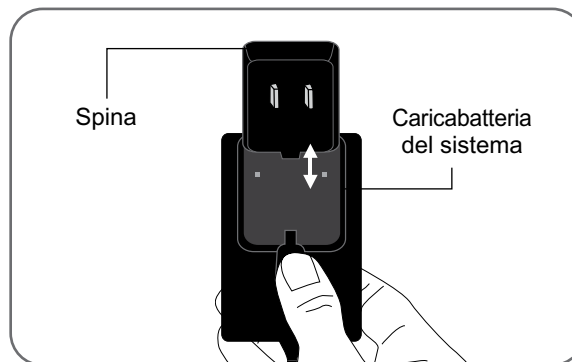

Figura 8-2 - Inserimento della spina nel caricabatteria
2. Inserire la spina selezionata nel caricabatteria (Figura 8-2).